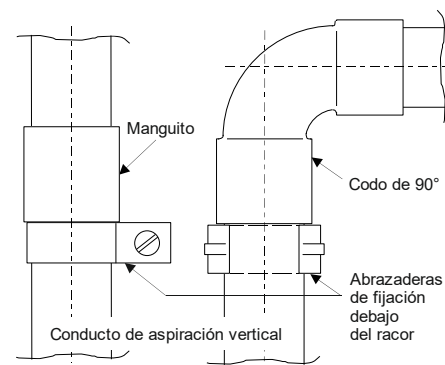

Fig. 21 Conducto de aspiración vertical
- Si el conducto de aspiración o algunos de sus elementos se colocan en vertical (p. ej., en una línea ascendente o en almacenes con estantes elevados), debe garantizarse que los tubos no se deslicen hacia abajo (colocar abrazaderas de fijación justo debajo de los racores según la **Fig. 21**).